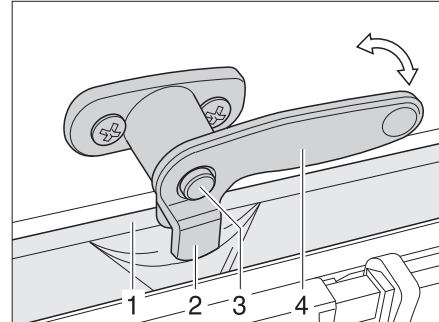

Bild 75 Verriegelungshebel mit Sicherungsknopf in Stellung "Dauerbelüftung"
- Falls vorhanden, den Sicherungsknopf (Bild 75,3) drücken und gedrückt halten.